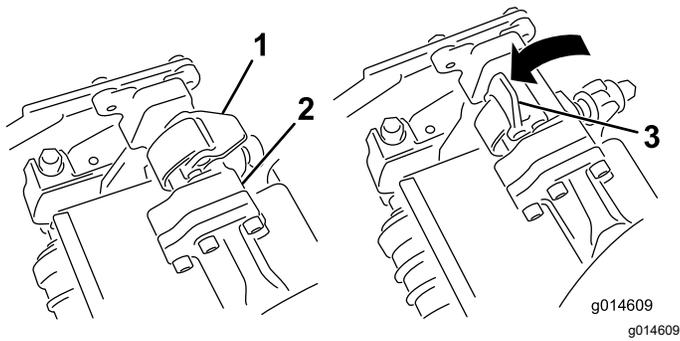
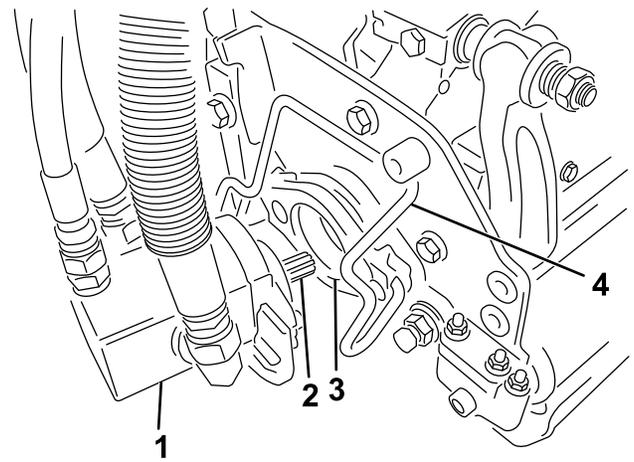

Figura 46
Figura 47
3. Con los enganches del brazo de suspensión orientados hacia arriba (es decir, abiertos (Figura 46)), empuje hacia abajo el brazo de suspensión de modo que la barra encaje en la barra situada en la parte superior de la unidad de corte (Figura 47).
4. Presione los enganches hacia abajo alrededor de la barra de la unidad de corte y bloquéelas (Figura 46).
4. Abra los enganches de la barra del brazo de suspensión de la unidad de corte que está retirando (Figura 46).